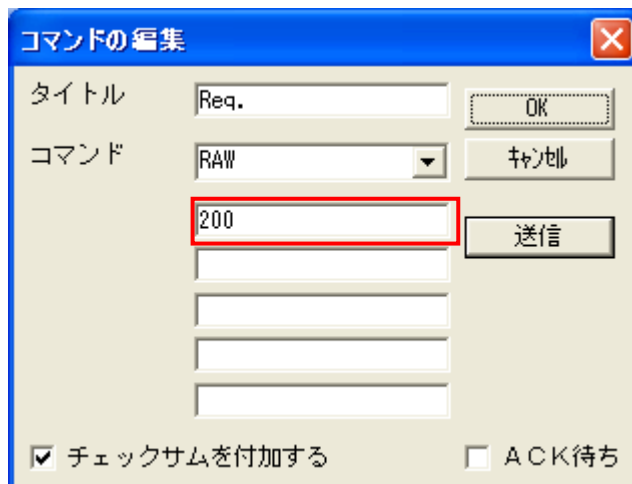

図 4. コマンドの編集画面
(1) Req ボタンの右にある">"のボタンを押してください。
(2) コマンドの編集という小さいウィンドウが表示されます。
(3) 図 4 赤枠の部分が送信周波数の設定値となっています。受信可能な周波数※の値をセットして送信ボタンを押してください。